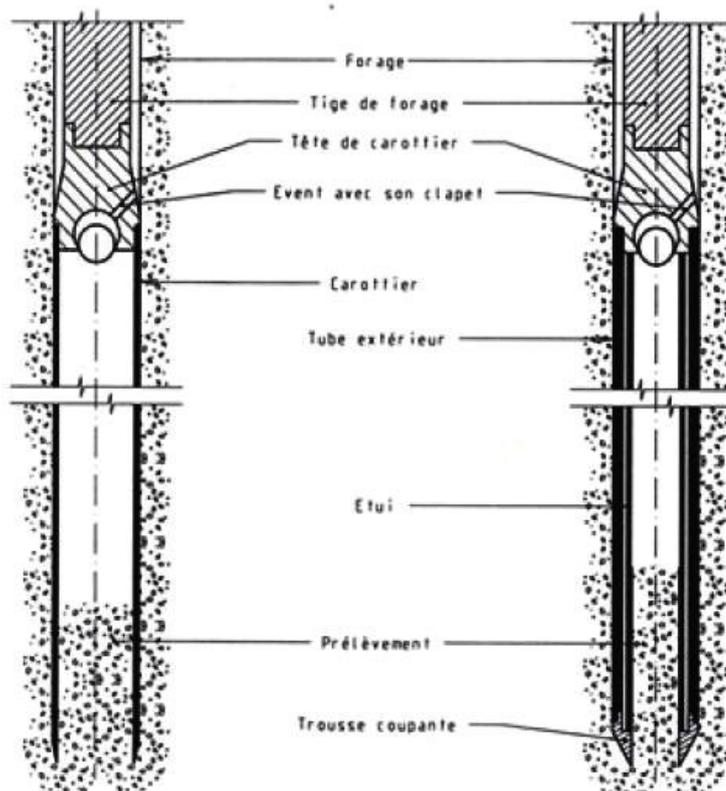

Figure 01 : Carottier à paroi mince avec et sans étui
- **Carottier à paroi mince :** Il s'agit d'un tube d'épaisseur fine au regard de son diamètre intérieur qui permet de **prélever des matériaux fins**. Selon les configurations, le tube du carottier peut directement servir au conditionnement de l'échantillon (tube à changer après chaque passe) ou recevoir un étui intérieur extrait en fin de passe de sondage (Fig.01).